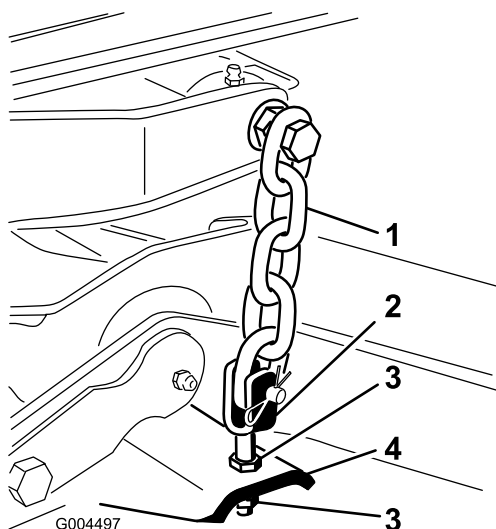

図 5
8. デッキのヨーク/チェーンをデッキに固定しているジャムナットを調整してデッキを水平にする (図 5)。
7. ブレードのピッチが 8-11mm になるように、後のヨーク/チェーンを固定しているジャムナット (図 5) で刈り込みデッキ後部の高さを調整する。